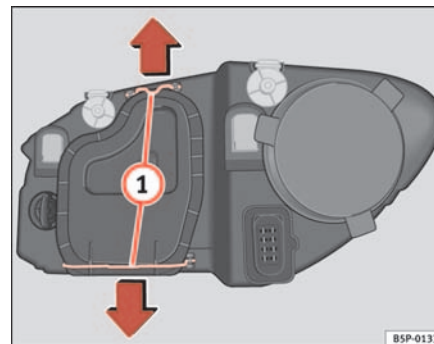

Fig. 182 Médios
- Desloque os tirantes ⇒ página 262, fig. 182 ① no sentido da seta e puxe a tampa.